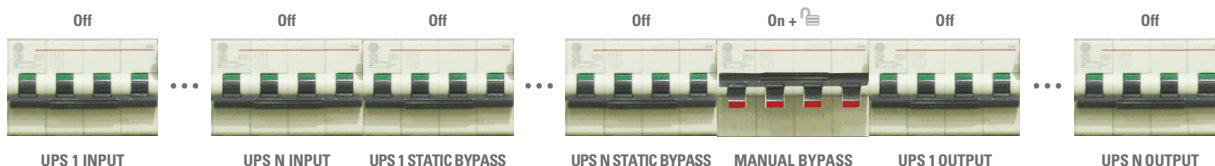

Fig. 14. Posición de los interruptores del cuadro de bypass en «Funcionamiento de mantenimiento» (con varios SAI's).
- Accionar los interruptores «UPS 1 INPUT» a «UPS N INPUT» y «UPS 1 OUTPUT» a «UPS N OUTPUT» del cuadro de bypass a posición «Off». Si además dispone de línea de bypass estático independiente (-B), accionar también los interruptores «UPS 1 STATIC BYPASS» a «UPS N STATIC BYPASS» del cuadro a posición «Off». En la ilustración de la Fig. 14 se muestra la posición en que deben encontrarse los interruptores del cuadro después de la operatoria.